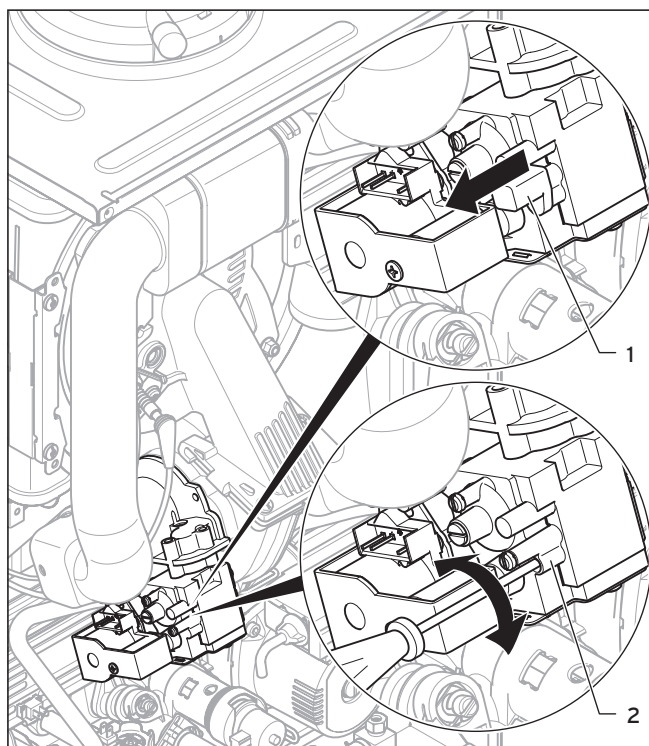

Bild 2.2 Ställ in CO₂-innehåll
- Dra av den blå täckkåpan (1).
- När gasen ligger an på anordningen, vrider du skruven (2, bild 2.2) (2,5 mm innersekkant), med utgångspunkt från den aktuella positionen, vid: